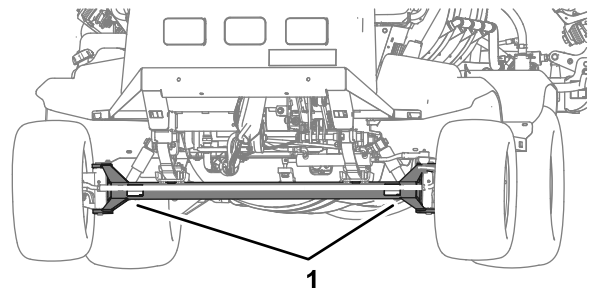
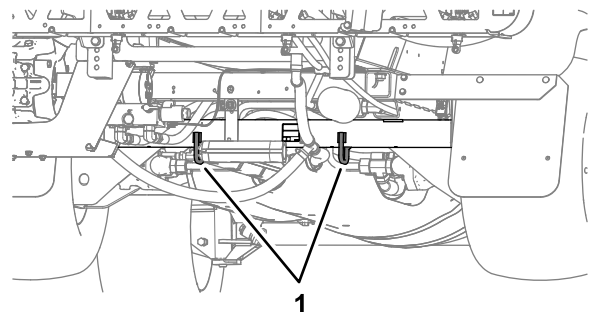

Figure 53
Figure 54
- Arrimez solidement la machine sur le véhicule de transport; la Figure 53 et la Figure 54 montrent les points d'attache de la machine.